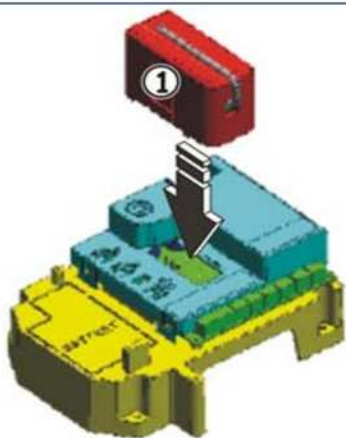

Fig. 3
El equipo electrónico está provisto de un sistema de decodificación bi-canal integrado. Este sistema permite memorizar, mediante un módulo receptor adicional (Fig. 3 ref. ①) y radiomandos de la misma frecuencia, tanto la apertura total (OPEN A) como la apertura parcial (OPEN B) de la automatización.